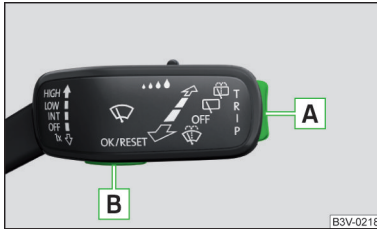
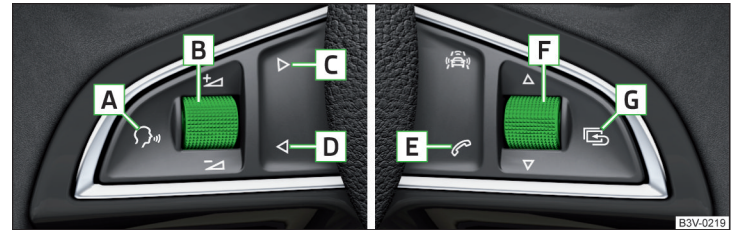

Abb. 31
Abb. 32 Tasten/Einstellräder: am Multifunktionslenkrad
› Die Taste  am Bedienungshebel länger drücken » Abb. 31 auf Seite 49.
› Die Taste  am Multifunktionslenkrad länger drücken » Abb. 32 auf Seite 49.
Die Menüs können mittels der Tasten am Bedienungshebel » Abb. 31 auf Seite 49 bzw. am Multifunktionslenkrad » Abb. 32 auf Seite 49 bedient werden. ▶
Durch anschließendes Drehen des Einstellrads **F** » **Abb. 32 auf Seite 49** am Multifunktionslenkrad wird das Menü **Letzte Ziele** angezeigt.
- Das Einstellrad **[F]** » **Abb. 32** auf Seite 49 drehen.